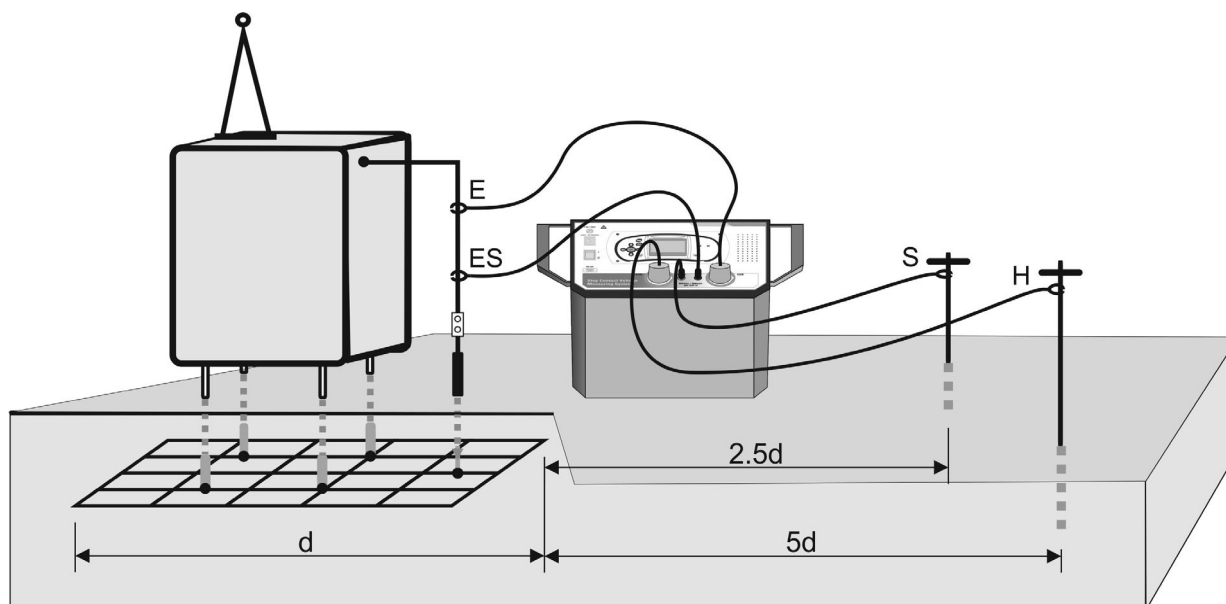

Fig. 24: Collegamento dello strumento per misura di resistenza di terra
La misura di resistenza di terra è svolta dalla sola unità di potenza HT2055S sfruttando il metodo voltamperometrico a 4 terminali utilizzando due sonde ausiliarie di corrente e di tensione fornite in dotazione posizionate a opportune distanze in accordo allo schema riportato nella Fig. 24 seguente
- 3 Piantare la sonda ausiliaria di lunghezza 1m in dotazione ad una distanza pari a 5 volte la massima diagonale dell'impianto in misura (vedere Fig. 24). Collegare il terminale di ingresso C1/H alla sonda tramite il cavo di 50m in dotazione (se sufficiente) oppure predisporre una opportuna prolunga di cavo in caso di distanza maggiore. La natura del metodo consente di eseguire prolunghe senza nessuna compensazione della resistenza dei cavi di misura. Usare eventualmente più sonde in parallelo se occorre ridurre la resistenza di contatto nel punto
- 4 Piantare la sonda ausiliaria di lunghezza 60cm in dotazione ad una distanza pari a 2.5 volte la massima diagonale dell'impianto in misura (vedere Fig. 24). Collegare il terminale di ingresso S alla sonda tramite il cavo di 50m in dotazione (se sufficiente) oppure predisporre una opportuna prolunga di cavo in caso di distanza maggiore. La natura del metodo consente di eseguire prolunghe senza nessuna compensazione della resistenza dei cavi di misura. Usare eventualmente più sonde in parallelo se occorre ridurre la resistenza di contatto nel punto